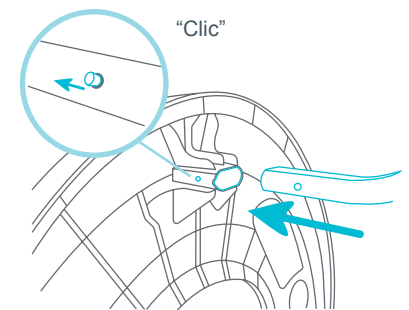

Fig. 1a
- 1 • Coloque cada pata en la parte de abajo de la tapa superior (Fig. 1a).